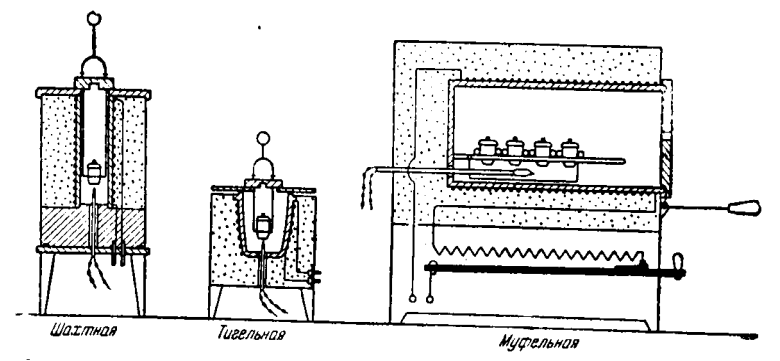

Рисунок 1 - Схематичні розрізи електричної печі для визначення виходу летючих речовин
1. Муфельна електрична піч з стійкою температурою нагріву $850\pm 25^{\circ}\text{C}$ (з терморегулятором /рис.1).